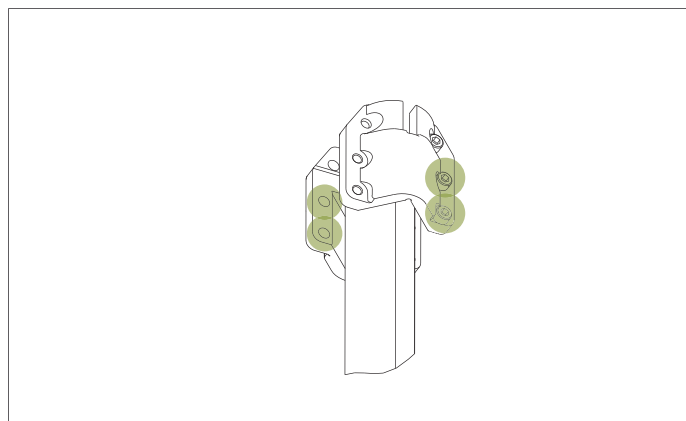

Рис. 46. Затяжка остальных винтов
6. Затяните остальные винты крест-накрест тем же моментом затяжки. См. рис. 46.
12. Затяните остальные винты крест-накрест (см. рис. 46) тем же моментом затяжки.